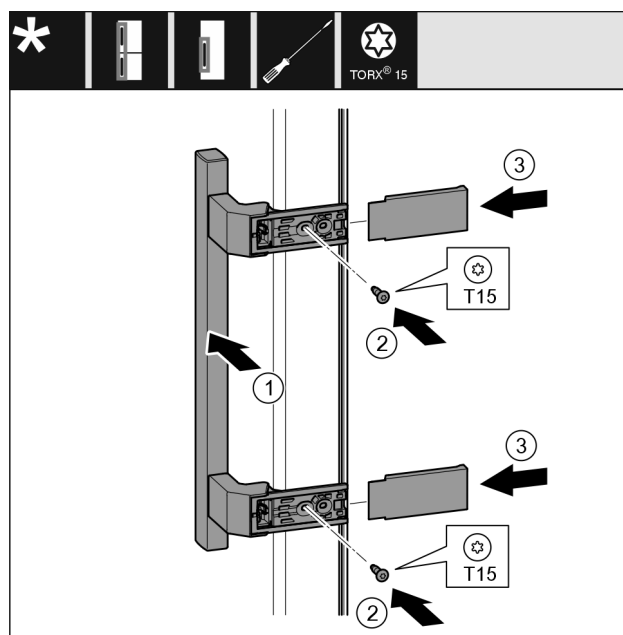

Fig. 26
- Placer la poignée Fig. 26 (1) du côté opposé.
- Serrer les vis Fig. 26 (2) avec un tournevis.
- Placer les caches Fig. 26 (3) sur le côté et les faire glisser.